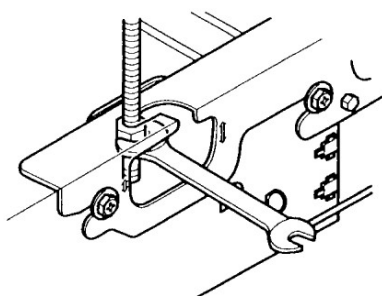

Рис.8
- Отрегулируйте высоту, поворачивая гайку гаечным ключом. Вставьте гаечный ключ в полость подвесного кронштейна (см. Рис.8).